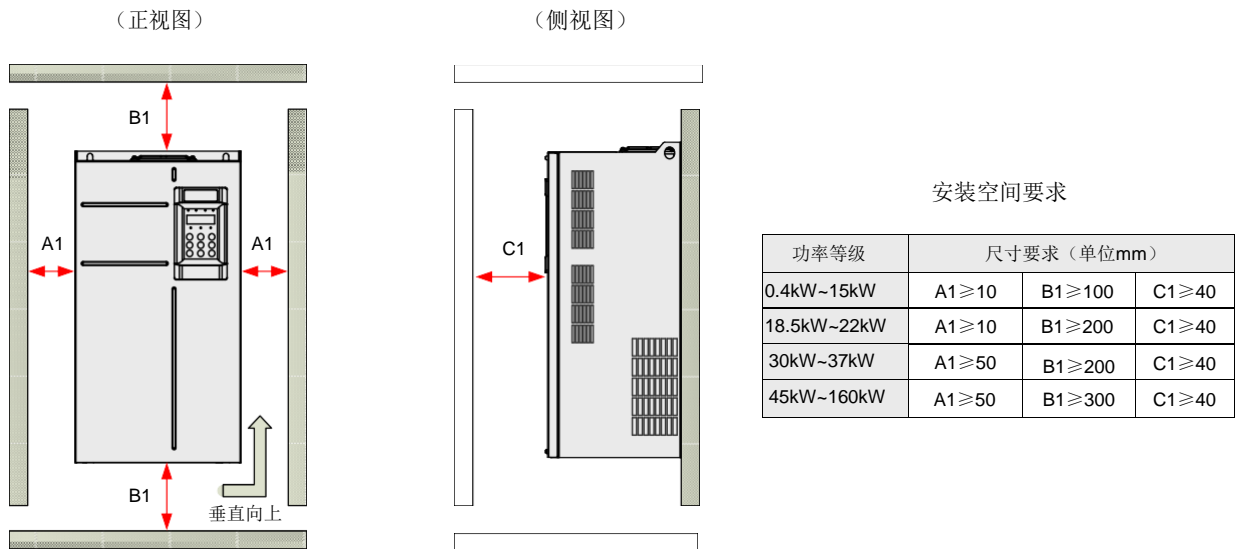

图 3-2 单台机器 (GT600-4T0.4GB-GT600-4T160G) 安装空间
- 安装空间要求如图 3-2 所示，需保证变频器有足够的散热空间，预留空间时请考虑柜内其它器件的散热情况；